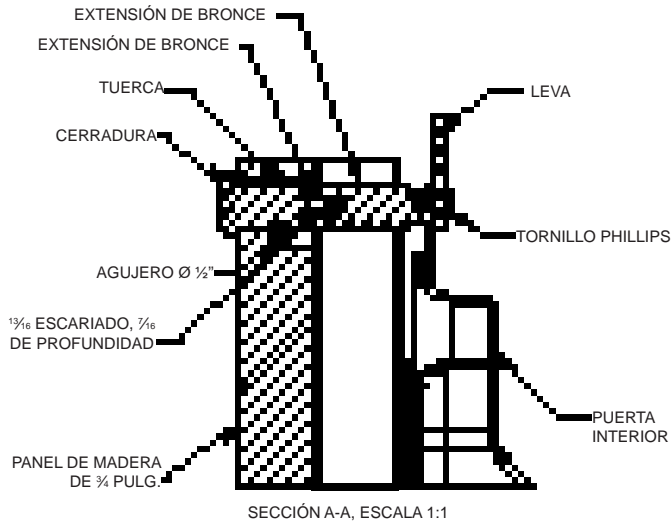
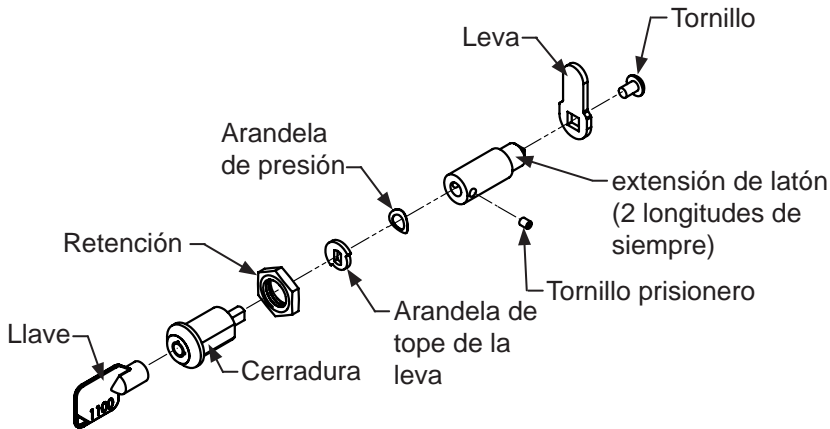

Figura 22
Figura 24
La cerradura se entrega con dos (2) extensiones. Utilice la más larga para paneles decorativos de  $\frac{3}{4}$ " de espesor y la más corta para paneles decorativos de  $\frac{5}{8}$ " de espesor. Monte la extensión de la cerradura, la arandela de tope de la leva, la arandela de presión y el tornillo prisionero en la cerradura, como se ilustra en las Figura 22 y Figura 24.